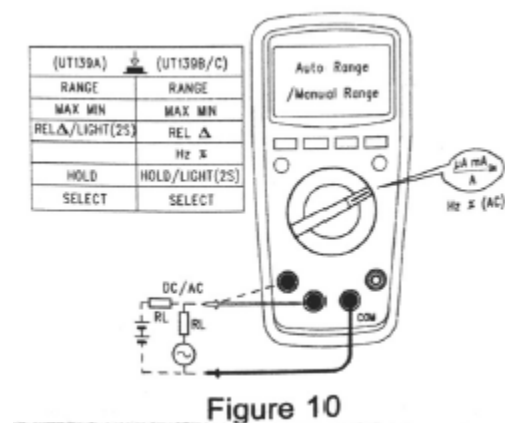

Figure 10
8) Измерение постоянного и переменного тока (смотреть Figure 10)